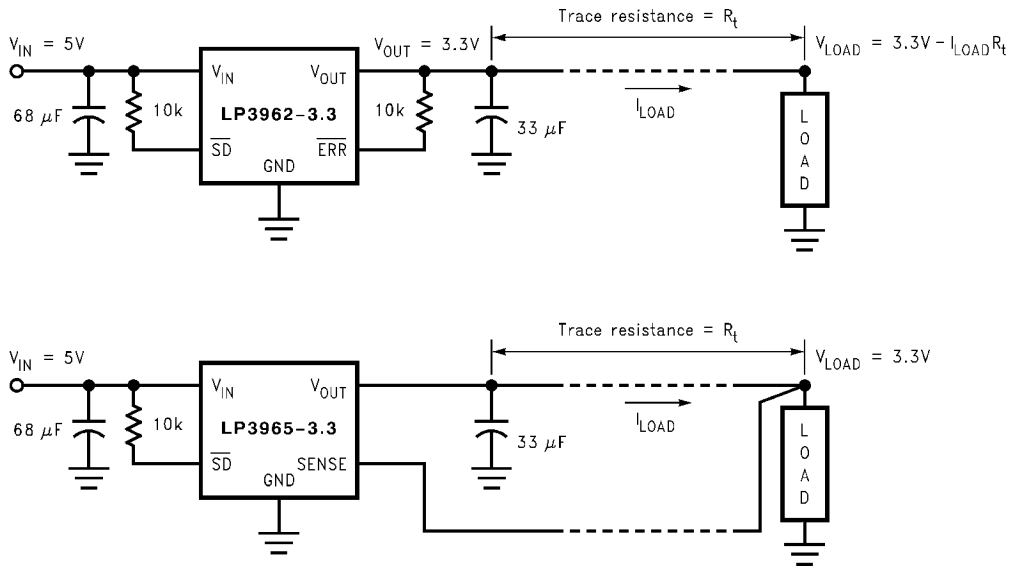

FIGURE 2. Improving remote load regulation using LP3965
LP3965 の SENSE ピンを使用すると、レギュレータ出力と負荷が近接していないアプリケーションにおいても、離れた負荷に対して良好なレギュレーションが可能です。Figure 2 に SENSE ピンの効果を示します。LP3962 は、出力ピン位置における電圧値によりレギュレータ出力を制御しています。そのため、離れたところにある負荷点での電圧は、レギュレータの出力電圧から配線抵抗によって生じる電圧降下分を引いた値となります。たとえば、出力が
3.3V で配線抵抗が 100m の場合、負荷電流 I_{LOAD} が 1.5A ならば離れた負荷点での電圧は 3.15V となります。一方の LP3965 は、SENSE ピンの電圧値によってレギュレータ出力を制御します。Figure 2 に示すように、負荷の電圧を SENSE ピンに戻すことで、離れた負荷点でも正しいレギュレータ出力電圧を得ることができます。SENSE オプション・ピンが不要のときは、SENSE ピンを V_{OUT} ピンに接続しておく必要があります。